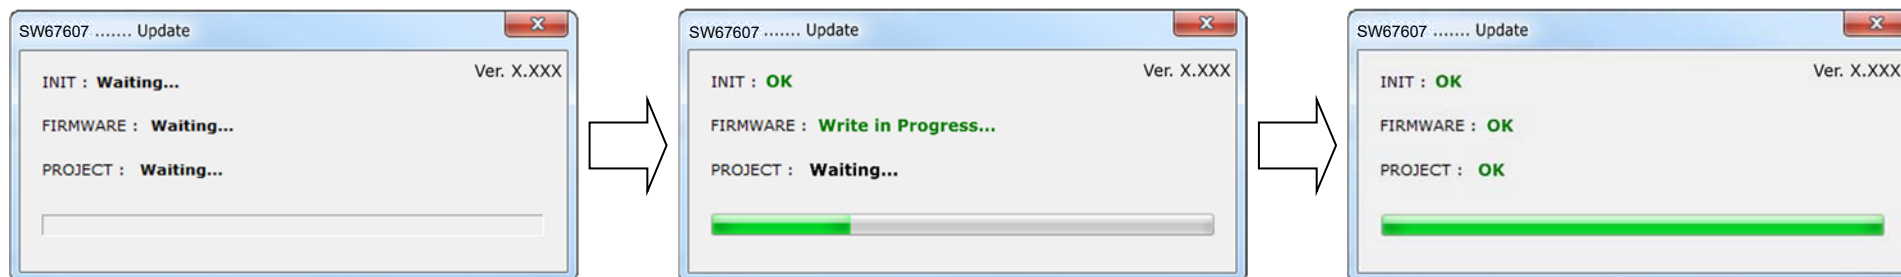

Abb. 15: Updatevorgang
- Nach erfolgreichem Updatevorgang (Abb. 15), schalten Sie das Gerät aus.
- Nach erfolgreichem Updatevorgang (Abb. 15), läuft das Gerät automatisch mit den neuen Parametern im RUN-Modus weiter.